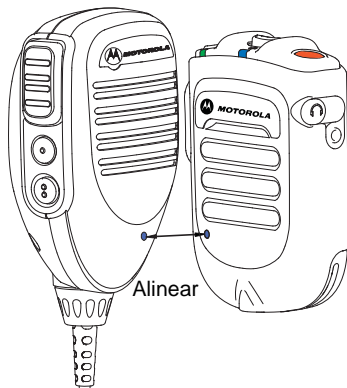

Figura 2.10: Emparejamiento del WRSM
- 2 Coloque el punto azul (punto de emparejamiento seguro) en el WRSM a 2,5 cm (1") de distancia del punto azul (punto de emparejamiento seguro) del gateway del micrófono móvil. Consulte la Figura 2.10.